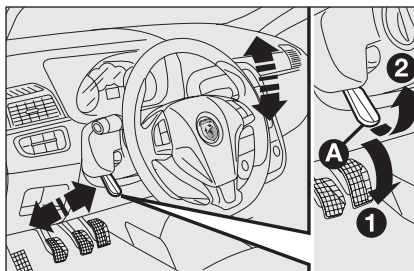

fig. 25
- sbloccare la leva **A**-fig. 25 spingendola in avanti (posizione 1);